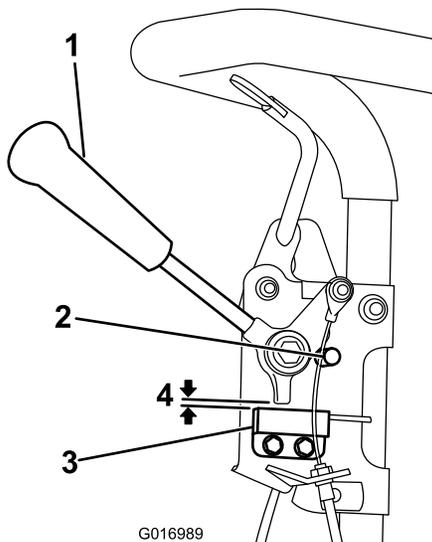

図 29
1. エンジン停止、走行レバーが解除されてニュートラルストップにあることを確認する (図 29)。
2. スイッチ (図 29) を固定しているネジをゆるめる。
3. 走行レバーとスイッチ (図 29) の間に0.8 mm のすきまゲージをはさむ